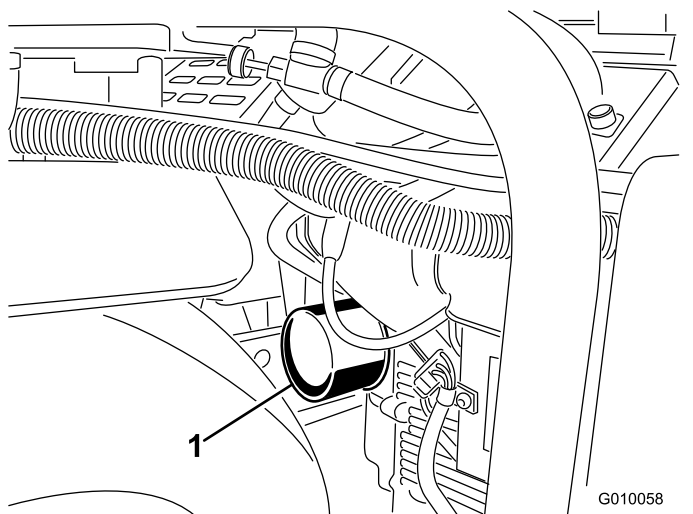
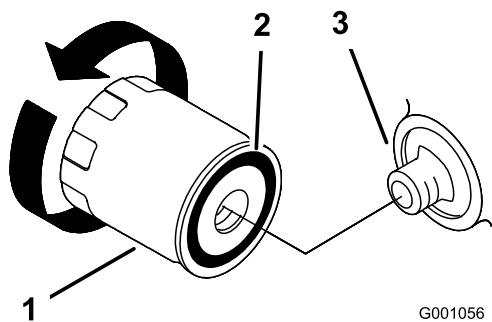

图48
图49
5. 在滤清器下面放一个浅盘或抹布，接住机油（图48）。
6. 拆下旧滤芯（图48 和 图49），并擦拭滤芯安装座垫片的表面。